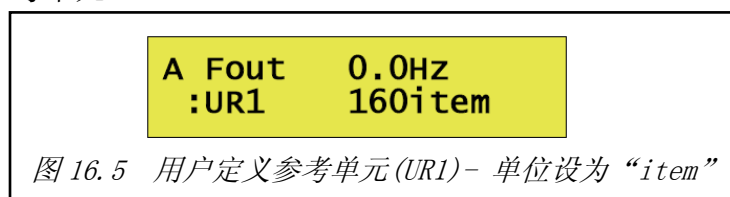

图 16.5 用户定义参考单元 (UR1)– 单位设为“item”
- 参数 4.30（Choice User Referencing-unit）设置为 1（对于 UR1），2（对于 UR2），3（对于 UR3）或者 4（对于 UR4）。这样就选择了用户定义参考单元。图 16.5 中参数 4.30=1，选择了用户自定义参考单元 UR1。